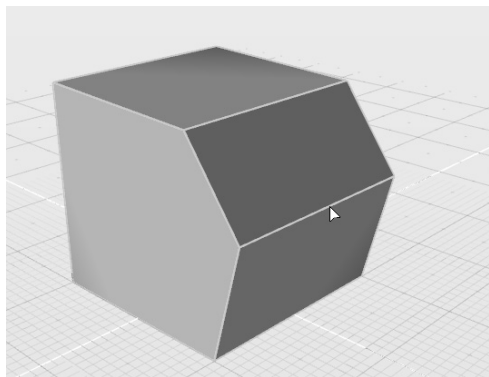

图 6-14 基于控制边线构建新面
5) 按照提示使用鼠标拖曳此处, 可获得结果如图 6-14 所示。